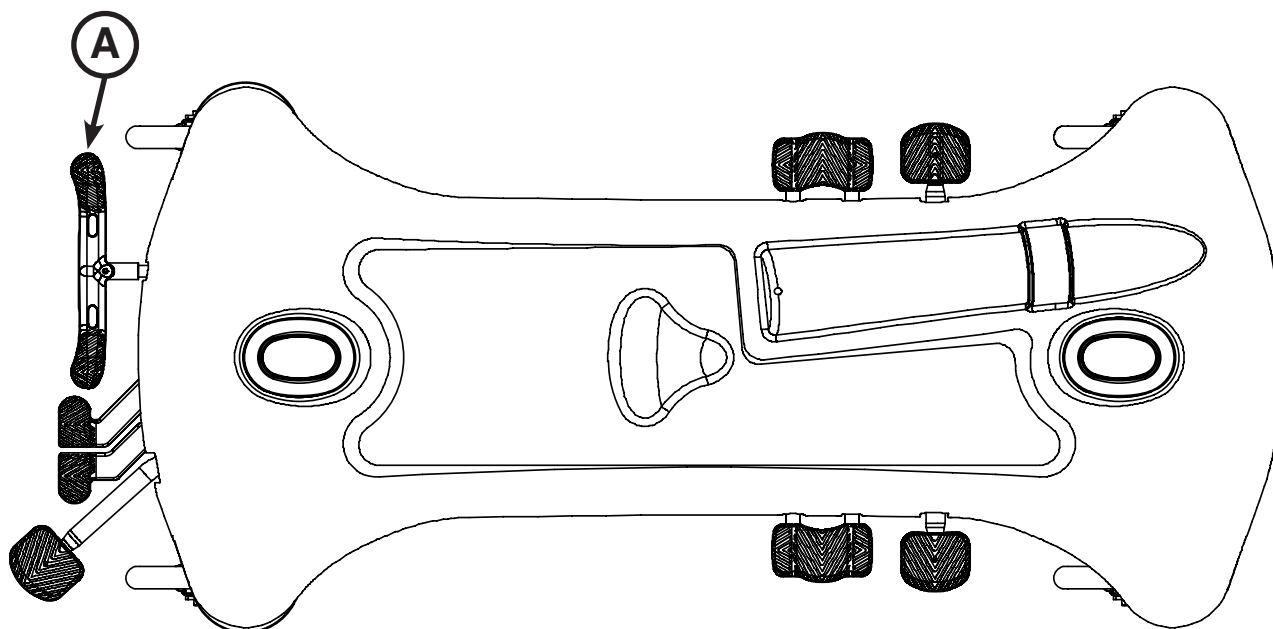

Figura 3: Frenos
Para echar los frenos en el extremo de la cabeza, presione hacia abajo hasta el tope el lado izquierdo del pedal (A) como se muestra en la Figura 3.